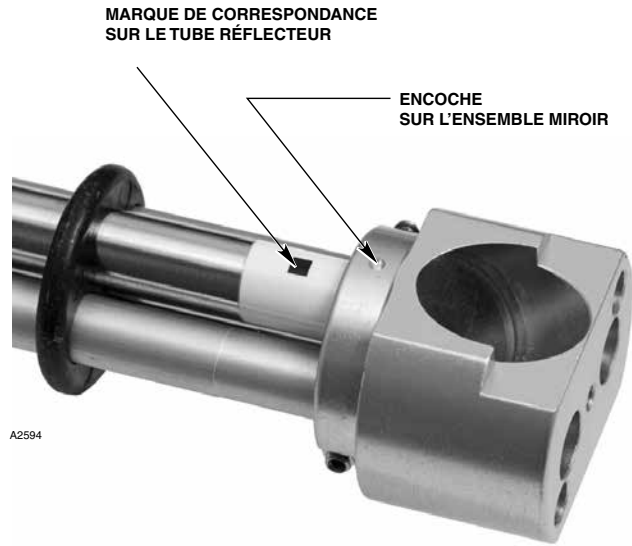

Figure 14—Marque de Correspondance sur le Tube Réflecteur Aligné avec l'Encoche sur l'Ensemble Miroir
9. Insérer les extrémités des deux tubes réflecteurs dans les trous plus larges situés sur l'ensemble miroir et s'assurer qu'ils sont entièrement engagés. Noter la marque de correspondance sur les tubes réflecteurs et l'encoche sur l'assemblage du miroir. Ceux-ci doivent être alignés, comme illustrés en Figure 14.